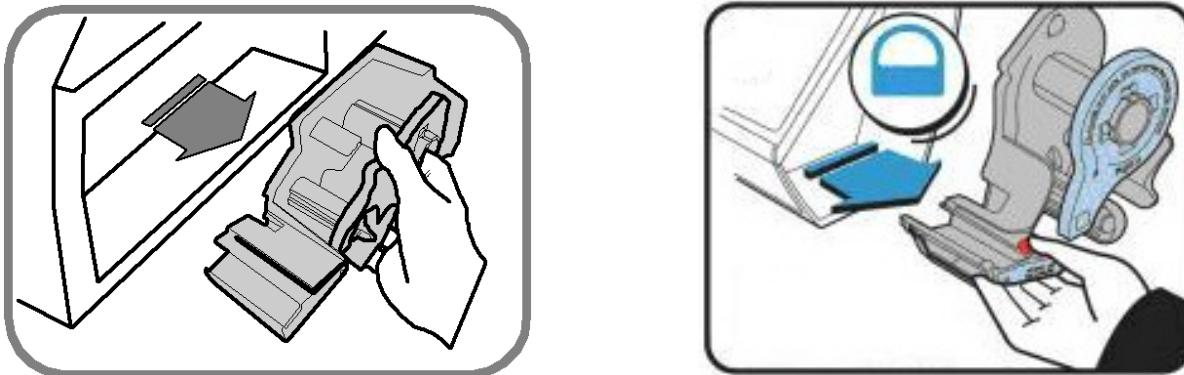

Рисунок 1.13 – Извлечение картриджа
2. Выньте картридж (см. рисунок 1.13).